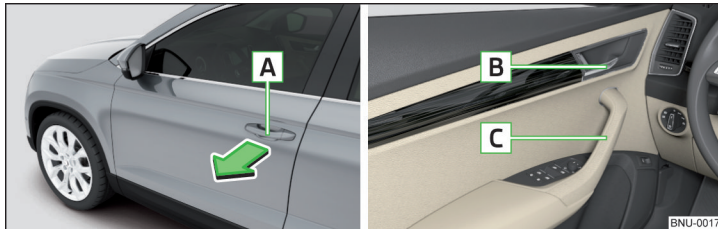

Abb. 50 Türgriff/Türöffnungshebel
- › Zum **Öffnen von außen** das Fahrzeug entriegeln und am Türgriff **A** in Pfeilrichtung ziehen » Abb. 50.